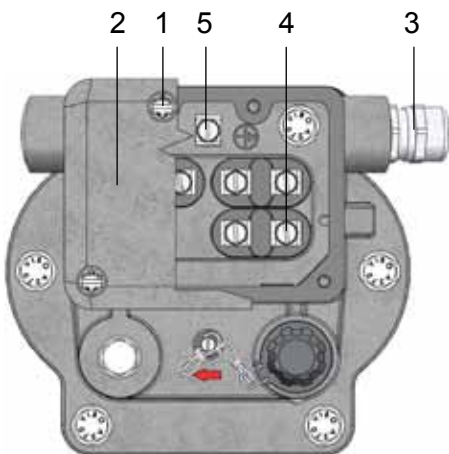

Bild 5 - Elektrischer Anschluss
- 4 Schrauben M5 (Bild 5/ Nr. 1) lösen
- Kappe (Bild 5/ Nr. 2) abnehmen
- Leitung durch die Kabelverschraubung (Bild 5/ Nr. 3) einführen
- Leitung an Klemmenbolzen (Bild 5/ Nr. 4) anschließen (maximales Anzugsmoment 3 Nm)
Schutzleiter (Isolation grün-gelb) an die Erdungsklemme (Bild 5/ Nr. 5) anschließen (maximales Anzugsmoment 3 Nm)